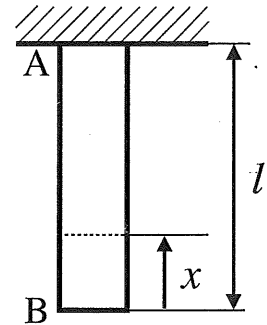

図1
1. 図1のように、長さ l の棒が上端 A で剛な天井に固定されている。この棒の断面積は S であり、ヤング率は E 、密度は ρ である。重力加速度を g として以下の問いに答えよ。